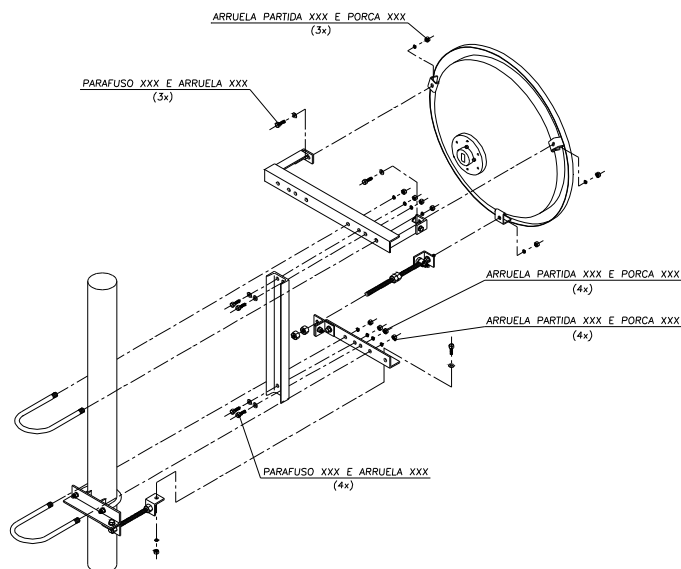

FIGURA 05 – FIXAÇÃO DO BATENTE DE AZIMUTE
- b) Faça a fixação do batente do azimute ao tubo da torre usando para tanto o grampo “u “ (grampo da base) e as porcas e arruelas de ½” polegada (ver figura 05). Ao montar esta peça faça já o pré-alinhamento da antena em azimute. Para fazer o pré-alinhamento gire lentamente o batente do azimute (figura 05) e, com o auxílio de uma bússula, oriente-a previamente no ângulo azimutal definido. Fixe firmemente esta peça porque ela serve de apoio para o restante da estrutura traseira da antena.